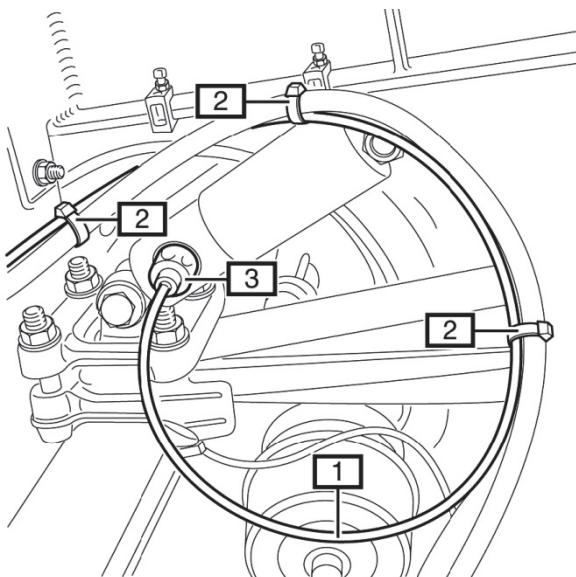

Fig. 5:
- **Fig. 5** Neues PA Luftröhr (1) vom Leitungsverbinder zum Proportionalventil (3) verlegen.
- **Fig. 5** Lay a new PA air pipe (1) from the pipe connector to the proportional valve (3).
- **Fig. 5** Poser un nouveau tuyau d'aérage en PA (1) du connecteur à la soupape proportionnelle (3).
- **Fig. 5** Colocar un nuevo tubo de aire PA (1) del conector a la válvula proporcional (3).